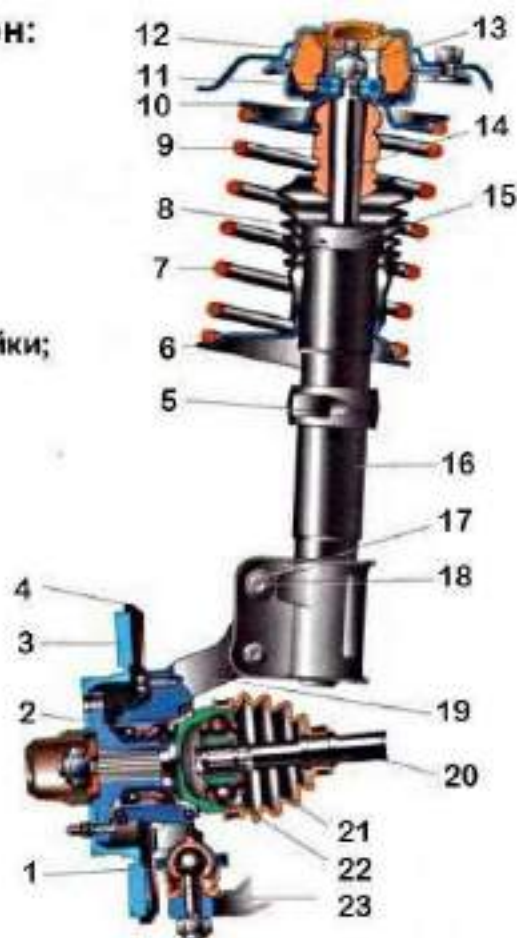

Рис. 9.2. Передняя подвеска
- С помощью приспособления сожмите пружину, отверните гайку 2 (рис. 9.2) и разберите стойку.